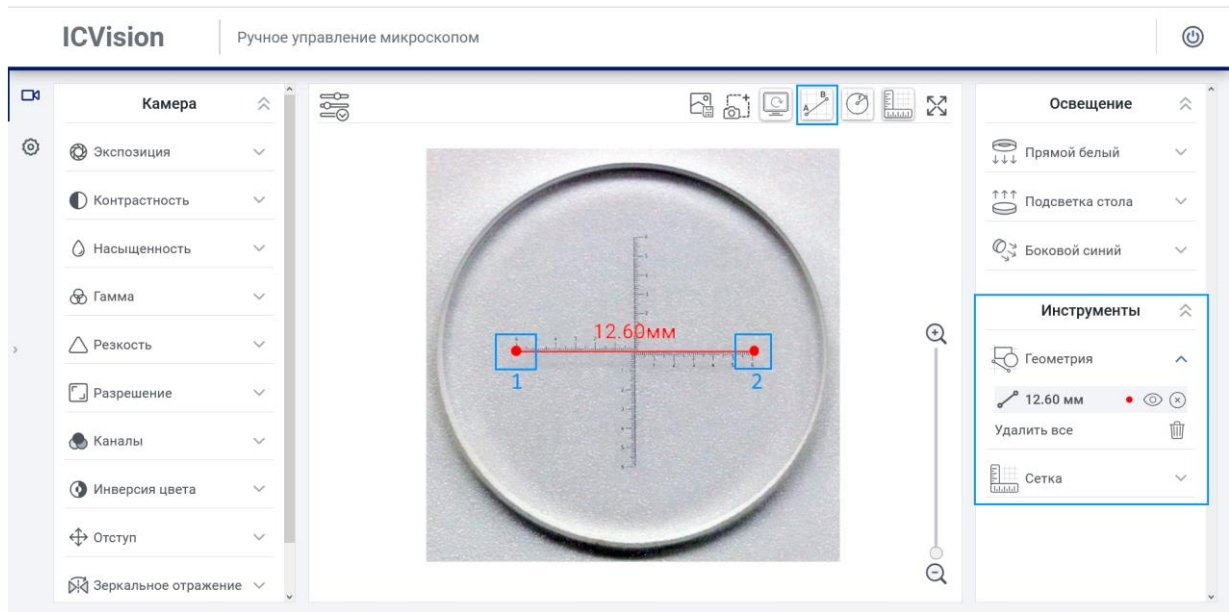

Рисунок 16 – Построение отрезка по двум точкам
2.2.4.25 Выберите инструмент "Создать отрезок" в панели быстрого доступа (см. Рисунок 15). Переместите указатель мыши в центр рабочей области изображения, установите точку №1 с начальным положением калибровочной линейки, переместите указатель мыши в точку №2 в конечное положение калибровочной линейки. Закончив построение в панели "Инструменты" отобразится построенный отрезок с физическими размерами в мм (см. Рисунок 16).